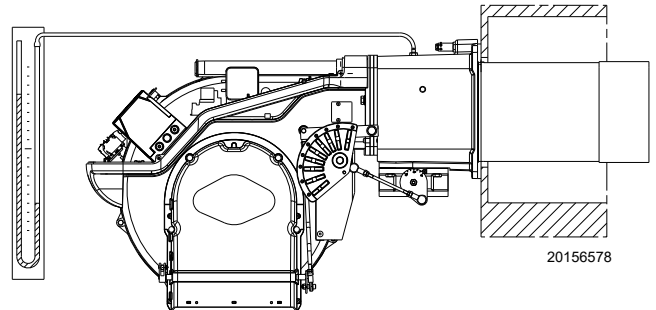

Abb. 30
- Ein U-Rohr-Manometer (Abb. 30) an der Gasdruckentnahmestelle der Muffe montieren. Hiermit wird die ungefähre MAX.-Leistung des Brenners anhand der Tab. J ermittelt.
Das U-Rohr-Manometer (Abb. 30) zeigt den Gaseintritt an der Muffe an. Nach erfolgter Zündung den Brenner vollständig einstellen.
Ein Richtwert kann der Tab. J, auf Seite 21 entnommen werden. Es genügt, den Gasdruck auf dem U-Rohr-Manometer abzulesen, siehe Abb. 30, auf Seite 25 und den Anweisungen zu folgen.